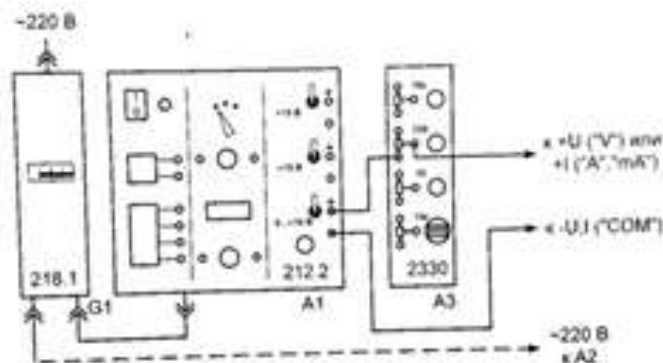

Рис. 4. Схема электрическая соединений источников питания для измерения постоянного напряжения или тока
– подключите мультиметр МУ60 блока А2 к цепи рис. 4, 5. Провод от гнезда «СОМ» (-U) мультиметра – к гнезду «-» (синее) источника 0...15 В блока генераторов напряжения А1. Провод от гнезда «V» (+U) мультиметра – к движку переменного резистора 330 Ом блока А3.
– подключите мультиметр 7050 блока А2 к цепи рис. 4, 5. Провод от гнезда «СОМ» (-U) мультиметра – к гнезду «-» (синее) источника 0...15 В блока генераторов напряжения А1.
– подключите мультиметр 7050 блока А2 к цепи рис. 4,5. Провод от гнезда «COM» (-I) мультиметра – к гнезду «-» (синее) источника 0...15 В блока генераторов напряжения А1. Провод от гнезда «V Ω mA» (+I) мультиметра – к движку переменного резистора 330 Ом блока А3.
▪ подключите мультиметр А2 к цепи рис. 4, 5. Провод от гнезда «СОМ» мультиметра – к гнезду «0В» генератора напряжения специальной формы блока А1. Провод от гнезда «А» мультиметра – к движку переменного резистора 330 Ом блока А3.